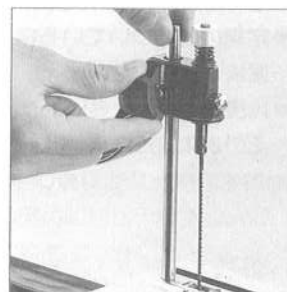

図6
- 材料押えはアームの横についているプラスチックの材料押え支柱固定ネジをゆるめて調整してください。(図6参照)